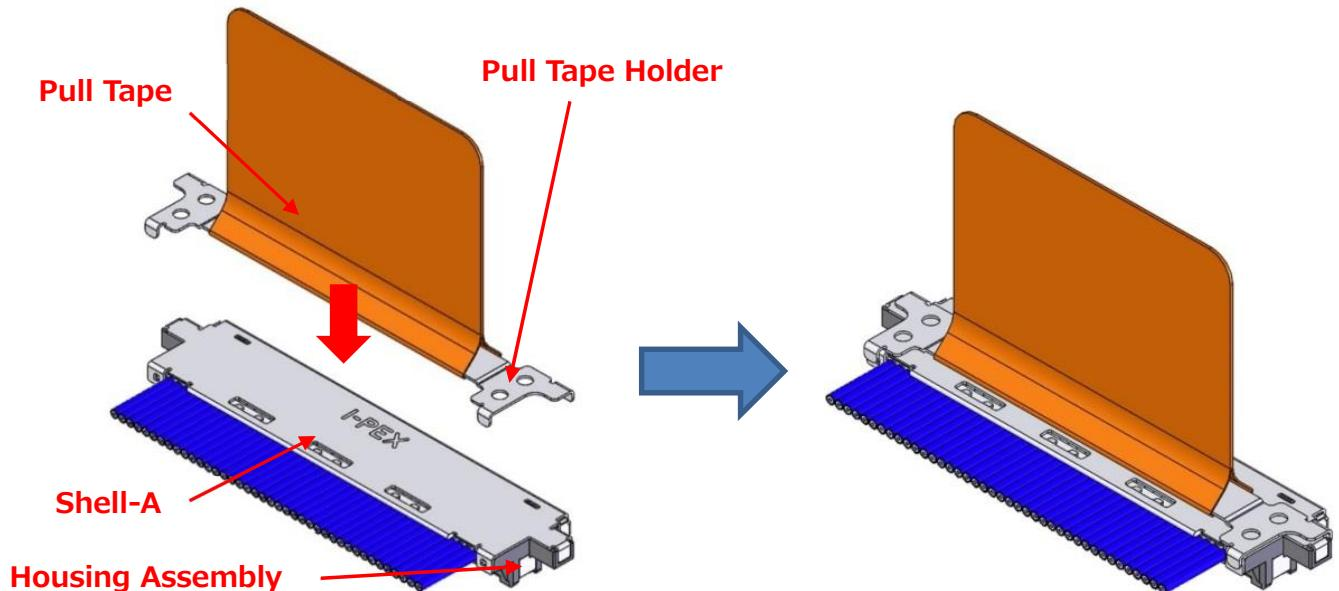

図.11 Pull Tape Holder 組付け
② 図.11 の様に pull tape holder を shell-A の上面から組み付ける。